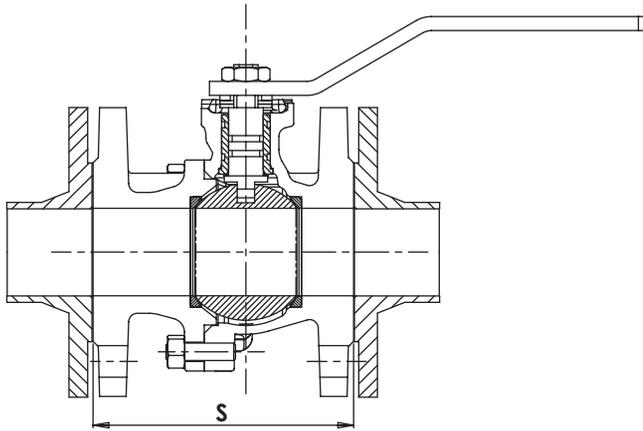

Fig.2
-Mantenere con cura l'installazione e l'installazione di tubazioni. Assicurarsi che l'impianto sia equipaggiato di giunti elastici in modo da evitare perdite o rotture dovuti a tensioni, vibrazioni o spostamenti delle tubazioni. I colpi d'ariete possono causare danni e rotture. Raccomandiamo di evitare per quanto possibile o adottare giunti elastici o sistemi che possano attenuare gli effetti. Durante il riscaldamento da temperatura ambiente ad una temperatura di servizio elevato, il fluido contenuto tra corpo e sfera (valvola aperta) o nel passaggio della sfera (valvola chiusa) si espande e può danneggiare la sfera e la sede, raccomandiamo di effettuare manovre di apertura e chiusura intermedia durante il riscaldamento (esempio a 40°C/60°C/...). Per questo utilizzo sono disponibili valvole speciali con spurgo. A temperatura inferiori allo zero, il fluido contenuto tra corpo e sfera può congelare e causare danni irreparabili. Se la valvola è esposta a tali condizioni raccomandiamo di isolare la valvola. -si raccomanda di manovrare periodicamente le valvole a sfera per evitare il deposito di materiali sulla sfera e sulle sedi. -Handie with care -Keep the valve between the pipes and insert the sealing between the flanges. Make sure that the sealing is correctly placed. The distance S between the flanges must be equal to the gauge of the valve. Do not use bolts to bring near the pipe (fig. 2). Clamping bolts must be cross tightened. -Flanges must not be welded to pipes once the valve has been installed. Make sure the installation is equipped with expansion joints so as to avoid breaking or losses due to pipes tensions, vibrations or shifts. -Pressure shocks can cause damages and breakage. We recommended to avoid them if possible or adopt expansion joints that or system that could reduce pressure shocks' effects. -During the heating from room temperature to a high working temperature, the fluid contained between body and flange (valve open) or in the ball (valve closed) expand and could damage the body and the ball, we recommend to operate intermediate opening and closing manoeuvre during the heating (e.g. at 40°C/60°C/...). For this use we can supply special bleeder. -At sub-zero temperatures, the fluid contained between body and ball could freeze causing irreparable damages if the valve is exposed to this conditions we recommend to insulate the valve. -We recommend to manoeuvre periodically the valves in order to avoid the storing of material on the ball and ball seats.